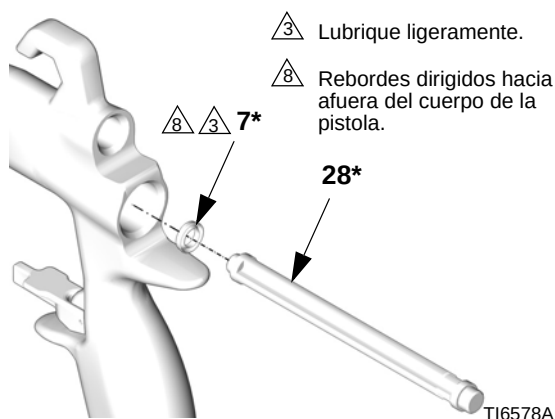

FIG. 41
3. Coloque la nueva copela en U (7*) en la herramienta de instalación de sellos (28*), con los bordes de la copela en U dirigidos hacia la herramienta, tal como se indica en FIG. 41. Vuelva a introducir la copela en U por la parte trasera de la pistola hasta que sienta que encaja perfectamente.